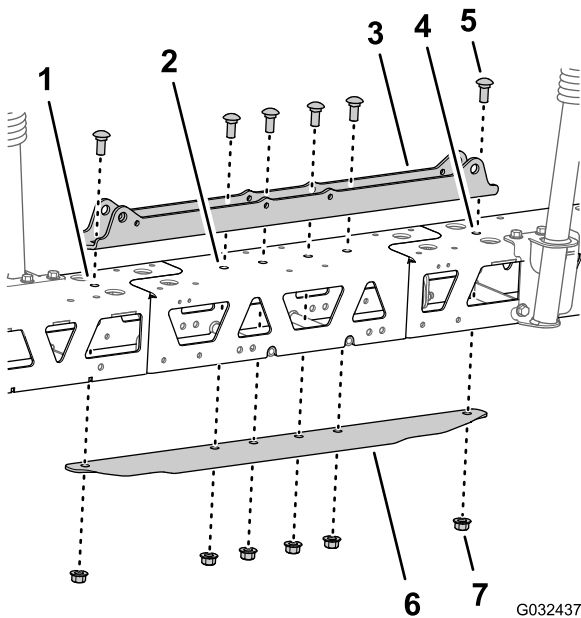

Figura 55
5. Alinee los orificios del soporte de los cilindros con los orificios situados en la línea central del perfil del travesaño y de la extensión del brazo central. (Figura 55)
6. Inserte la pletina de unión en el perfil del travesaño y alinee el orificio de la pletina con los orificios situados en la línea central de los perfiles y de la extensión del brazo (Figura 55).
7. Ensamble el soporte de los cilindros, los perfiles, la extensión del brazo central y la pletina de unión con los 2 pernos de cuello cuadrado (1/2" x 1 1/4") y las 2 contratuercas con arandela prensada (1/2") que retiró en el paso 2 de Separación de los perfiles de la sección de fumigación central \(página 28\), y los 4 pernos de cuello cuadrado (1/2" x 1 1/4") y 4 contratuercas con arandela prensada (1/2") del kit de acabado del sistema de fumigación GeoLink (Figura 55).